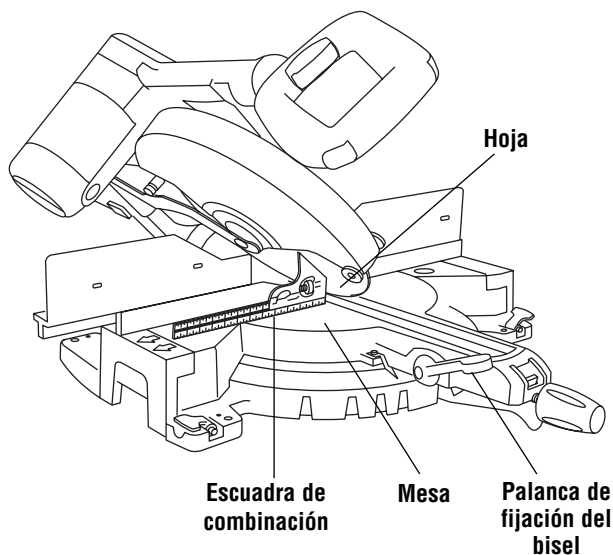

Figura 7. Hoja a 45° respecto a la mesa
3. Ponga el marco de la escuadra de combinación, sin la regla, con la cara de 45° contra la hoja (vea la Figura 7).